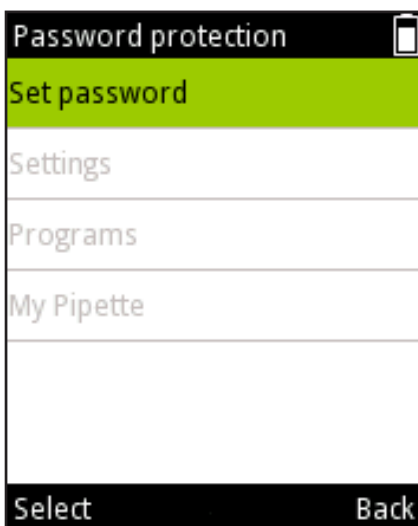

Abb. D46.
3. Drücken Sie  (**Select**), um das Passwort festzulegen (Abb. D46).